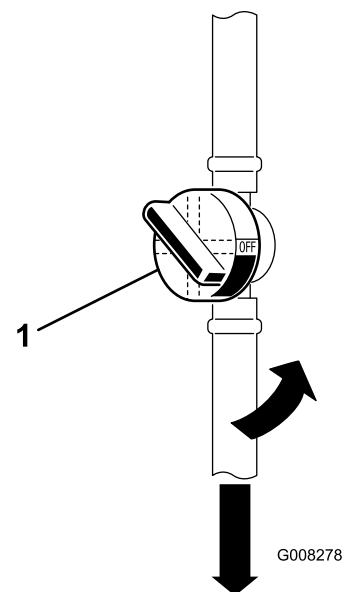

Figura 29
7. Apriete los extremos de las abrazaderas y deslícelas por el tubo alejándolas del filtro de combustible usado (Figura 29).
6. Cierre la válvula de cierre de combustible (Figura 29).